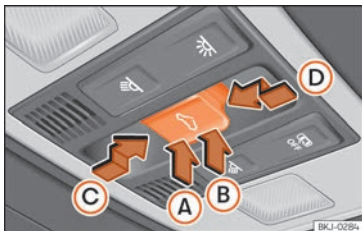

Abb. 93 Im Dachhimmel: Taste des Glasdachs.
Die Taste Abb. 93 hat zwei Stufen. In der ersten Stufe kann das Glasdach ausgestellt sowie ganz oder teilweise geöffnet oder geschlossen werden.
- Innerhalb von etwa 5 Sekunden nach der Aktivierung des Einklemmschutzes, drücken Sie die Taste  »» **Abb. 93** bis zur zweiten Stufe in Pfeilrichtung »» **Abb. 93**  bis das Dach vollständig schließt.